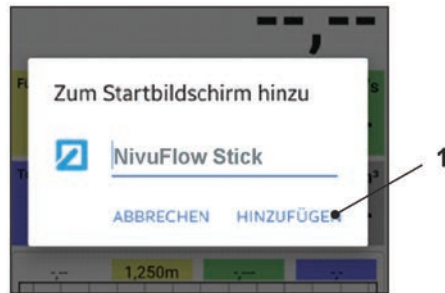

Abb. 26-7 Hinzufügen bestätigen
9. Mit „Hinzufügen“ bestätigen (Abb. 26-7 Pos. 1).